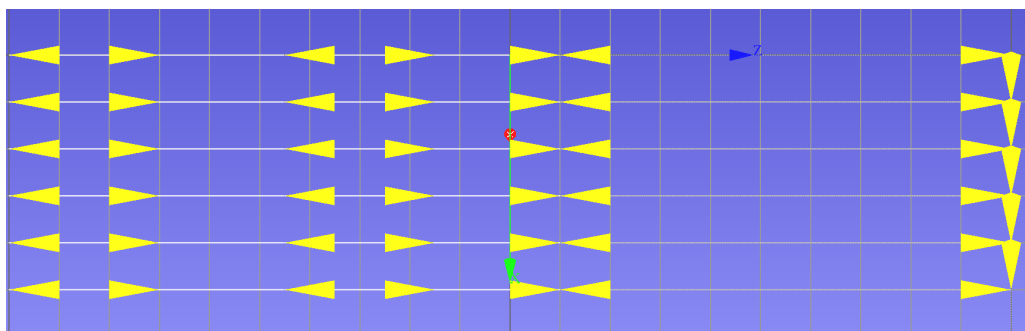

Рис. 2.15.4: Демонстрация цикла G81 с параметром K в режиме G91
**Пример** использования цикла G81 с параметром K при G91 (рис. 2.15.4):